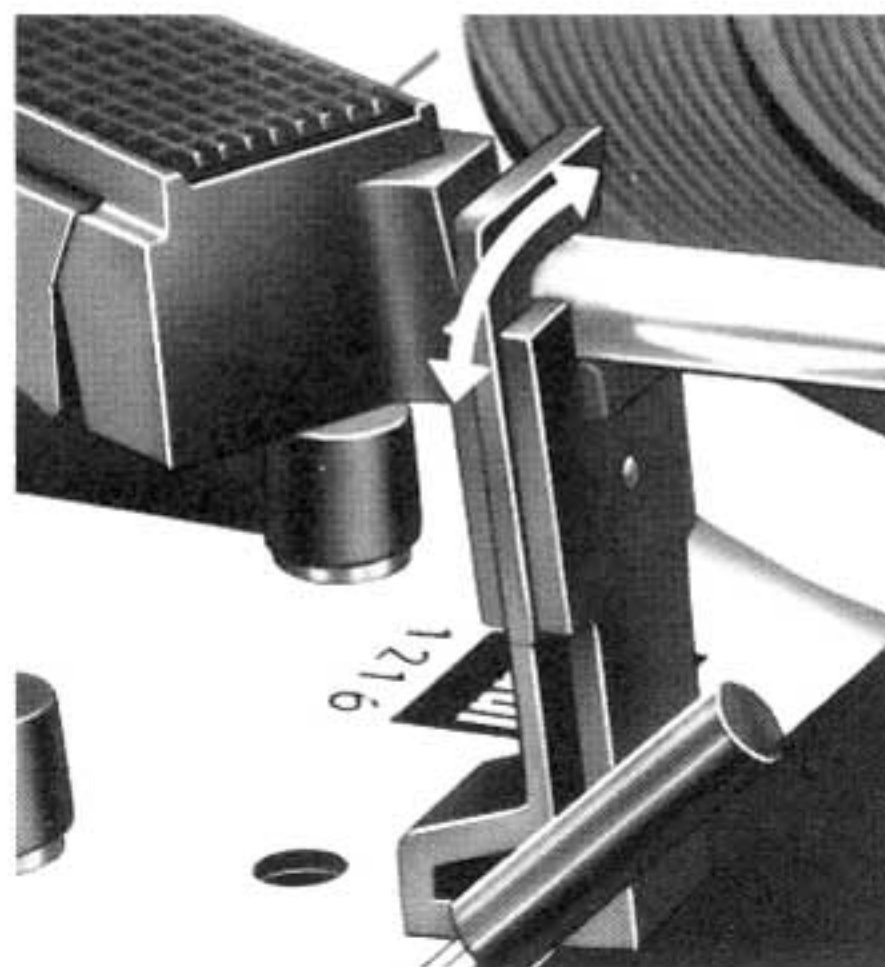

Fig. 7
Dann wählen Sie die erforderliche Plattenteller-Drehzahl (②), stellen die Drehtaste (⑬) auf den Schallplatten-Durchmesser (17, 25 oder 30 cm, bzw. 7, 10 oder 12") ein und entriegeln den Tonarm (Fig. 7).
Bemerkung: Nach dem Spielen der Schallplatte oder der letzten Platte einer Stapels kehrt der Tonarm automatisch auf seine Stütze zurück. Das Gerät schaltet sich aus. Es empfiehlt sich, nach Beendigung des Spieles den Tonarm zu verriegeln (Fig. 7).